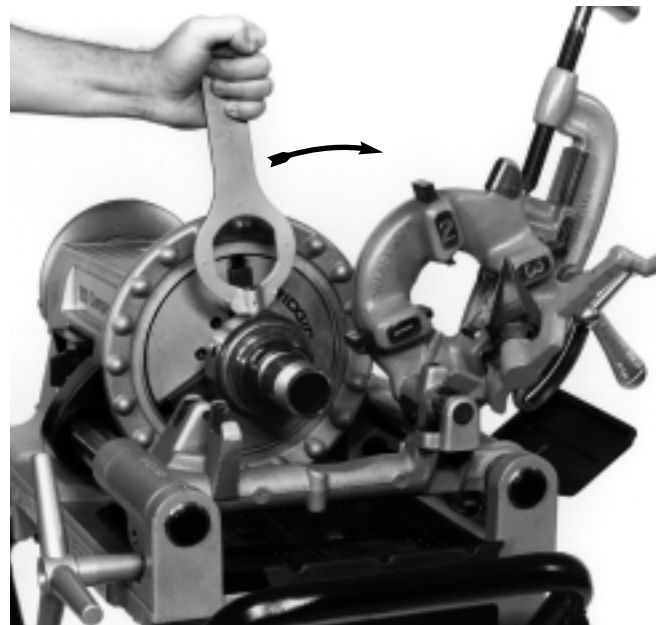

Figura 18 – Instalación del niple no terminado y el desenganche del niple terminado por medio de la llave
6. Inserte la clavija situada en el extremo de la llave (Figura 18) en uno de los agujeros del collarín de desconexión y gírela para aflojarlo. Extraiga el niple ya roscado con la mano.